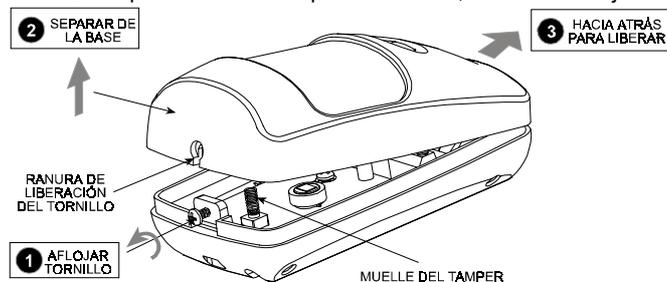

Figura 3. Apertura de la Tapa
A. Quite la tapa como se muestra en la figura 3. Tenga en cuenta que no hace falta quitar el tornillo, basta con aflojarlo.
A. Quite la tapa como se muestra en la figura 3.